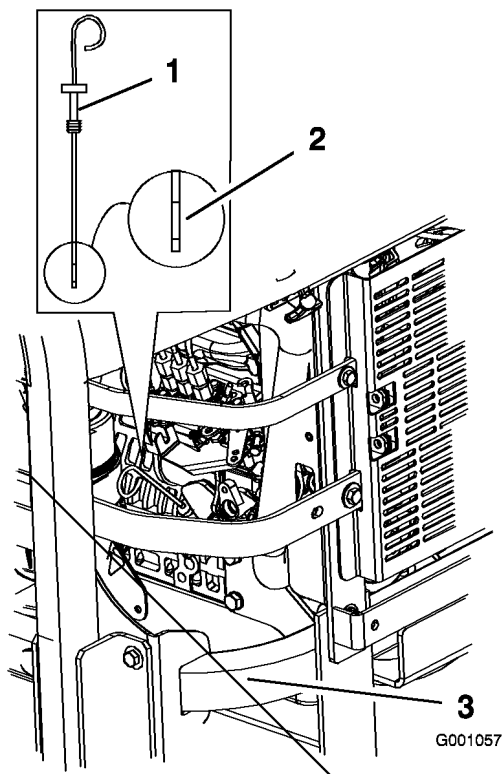

Bild 36
3. Reinigen Sie den Bereich um den Ölpeilstab herum (Bild 36), damit kein Schmutz in den Einfüllstutzen gelangen und so den Motor beschädigen kann.
4. Ziehen Sie den Ölpeilstab heraus und wischen das Metallende ab (Bild 36).
5. Schieben Sie den Ölpeilstab vollständig in den Einfüllstutzen. Ziehen Sie den Peilstab wieder heraus und prüfen Sie das Metallende (Bild 36). Gießen Sie bei niedrigem Ölstand nur so viel Öl langsam in den Einfüllstutzen, dass der Ölstand die Voll-Marke erreicht.